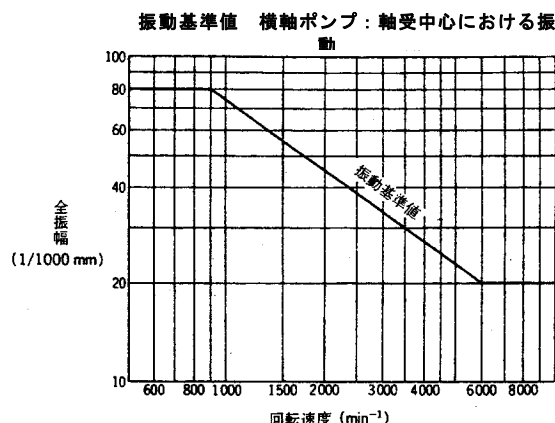

図 4
- (3) 軸封のメカニカルシールは正常ならばほとんど水漏れはありませんが、水漏れが多くなった場合は交換してください。
- (4) ポンプが正常で据付、配管工事が正しく施工されている場合の振動の基準値を図4に示します。振動が大きい場合は配管の無理などが原因ですので点検してください。特に防振対策を必要とされる場合、当社ではエバラ防振架台、エバラフレックス（たわみ管継手）、エバラパイプサイレンサ（圧力脈動吸収装置）を用意しておりますのでご用命ください。